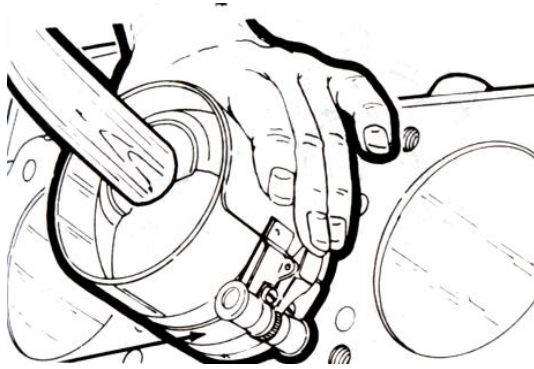

Fig. 3.40 Compresor de anillos
21. Instale los pistones: Presione las mitades superiores de los cojinetes de las bielas en las bielas mismas, y las mitades inferiores en las tapas de las bielas. Coloque los entrehierros de los anillos de los pistones según las especificaciones y lubrique los pistones. Instale un compresor de anillos sobre un pistón, y presione dos trozos largos de tubo plástico sobre los dos tornillos pasantes de las bielas (Ver Fig. 3.40). Usando